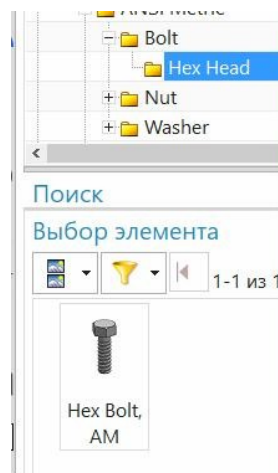

рис.93
- При этом в нижней части навигатора, в поле «Выбор элемента» система предоставит изображение шестигранного болта (рис.93).